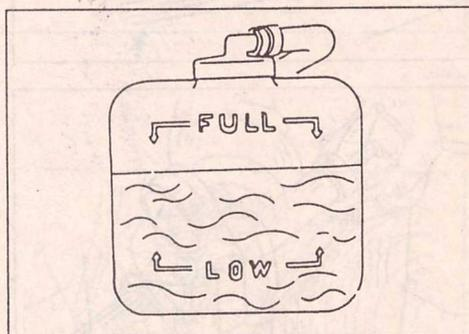

Рис. 106.
- Заполнить бачок до отметки "Full" ("Полный") (рис. 106). На холодном двигателе уровень жидкости в бачке должен находиться между отметками "Full" ("Полный") и "Low" ("Низкий").